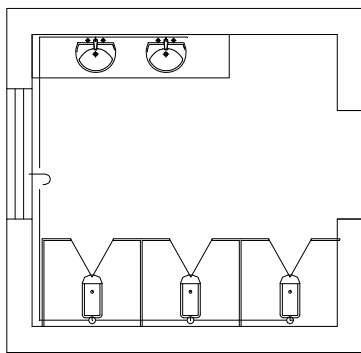

图 10-57 打开图层
调用打开图层命令，可以开启以及关闭的图层。如图 10-57 所示为打开图层命令的操作结果。打开图层命令的执行方式有：
下面以图 10-57 所示的打开图层结果为例，介绍调用打开图层命令的方法。
**03** 单击“确定”按钮关闭对话框，完成打开图层的操作结果如图 10-57 所示。